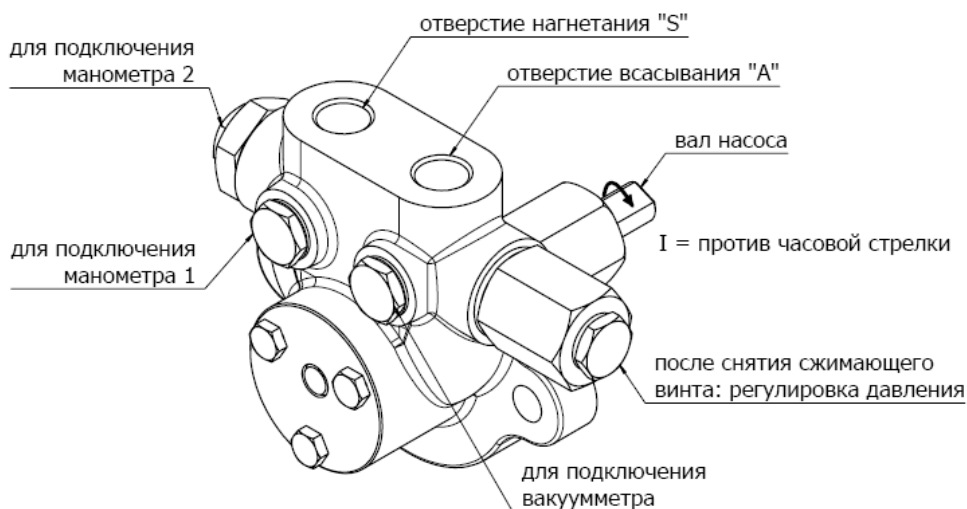

Рис.1
- Заполнить насос маслом через всасывающее отверстие „А“ (см. Рис.1), затем присоединить всасывающий трубопровод.
- Для присоединения манометра удалите резьбовую пробку (см. Рис.1). Манометр, присоединенный над отверстием „А“, показывает давление во всасывающей стороне, над отверстием „S“ - показывает давление в нагнетающей линии. При выборе манометра обратите внимание на соответствие диапазона измерения диапазону рабочего давления насоса.
- Для регулировки давления насоса удалите резьбовую пробку (см.Рис.1).